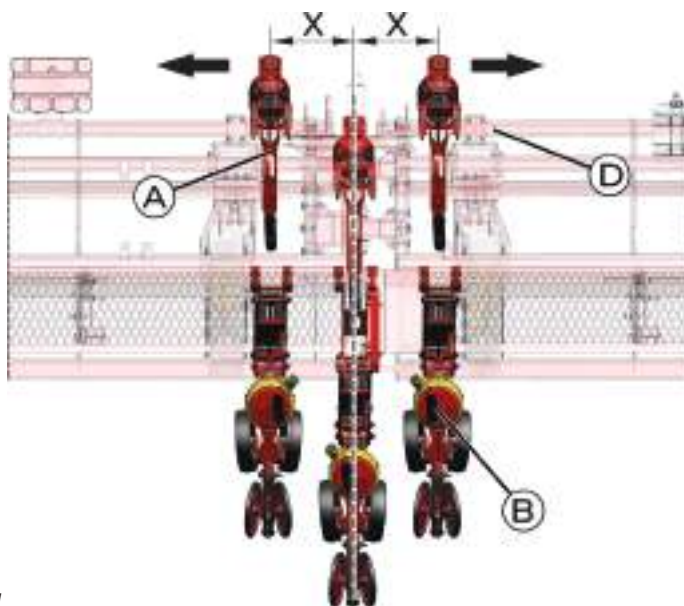

fig. 31
Faça a marcação do valor do espaçamento (X) para a direita e para a esquerda (*fig. 31*) e nesta posição monte duas linhas sulcadoras (A), porém aparafusadas no tubo dianteiro (D). Monte as linhas da semente alinhadas com as duas linhas sulcadoras instaladas.